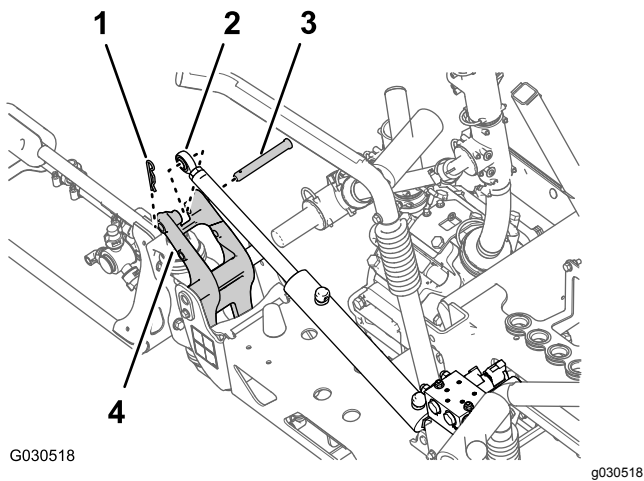

Рисунок 63
3. Удалите шплинт и шплинтуемый штифт, которые крепят конец штока подъемного цилиндра к кронштейну поворота (Рисунок 63).